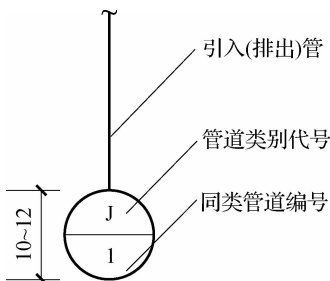

图 9-7 给水引入(排水排出)管编号表示法
(1)当建筑物的给水引入管或排水排出管的数量超过 1 根时,应进行编号,编号宜按图 9-7 所示的方法表示。